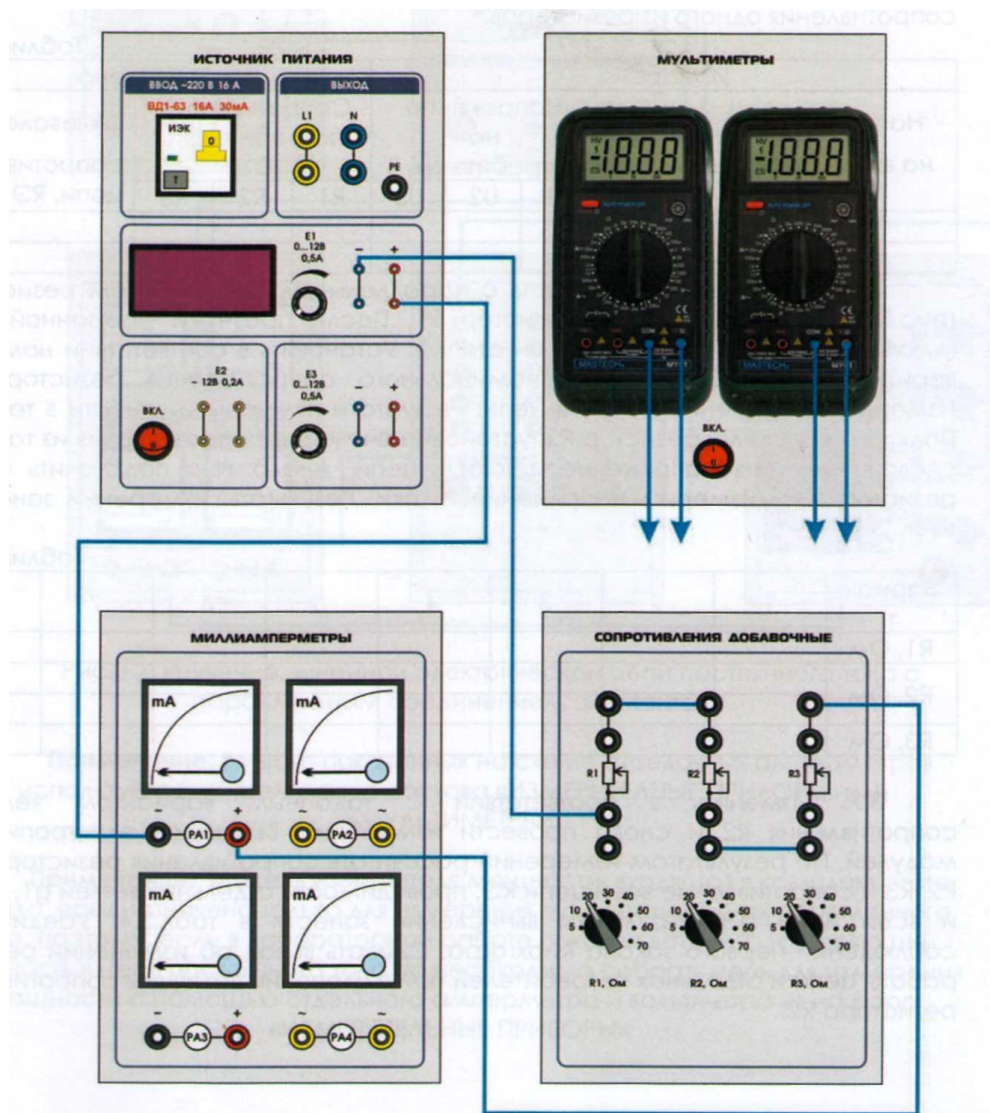

Рис.3.1. Изучение линейной, электрической цепи постоянного тока с последовательным
3.1. Пользуясь схемами соединений (рис. 3.1, 3.2, 3.3), начертить принципиальные схемы исследуемых цепей с включенными измерительными приборами.
3.2. Собрать линейную электрическую цепь постоянного тока с последовательным соединением элементов (рис.3.1). Установить в соответствии номером варианта (табл.3.1) величины номинальных сопротивлений резисторов R1-R3. На измерителе мощности (ваттметре) установить пределы измерений «50 В» и «1 А». Представить схему для проверки преподавателю.